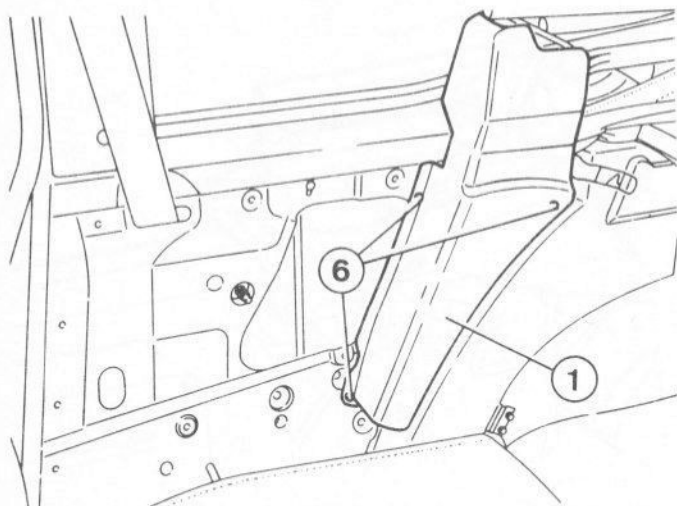

Fig. 13.130 Couvercle (1) et attaches (6) de vérin hydraulique – modèles Cabriolet, capote à commande motorisée (Sec 21)
48 Rabattre le siège arrière, enlever les trois attaches (6) Fig. 13.130, et déposer le couvercle du vérin hydraulique.